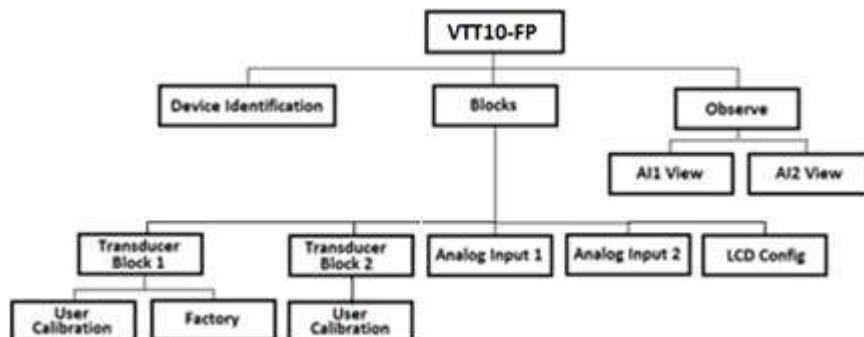

Figura 3.6 – Árvore de programação do VTT10-FP.
A árvore de programação é uma estrutura em forma de árvore com um menu de todos os recursos de software disponíveis, como mostrado na Figura 3.6.
As figuras a seguir mostram algumas telas do DTM do VTT10-FP utilizando a interface VCI10-UP da Vivace com o PACTware®. Note que o diretório com os menus disponíveis para o DTM (*OnLine Parameterize*) segue o formato da árvore de configuração exibida no item 3.6 (figura 3.6).